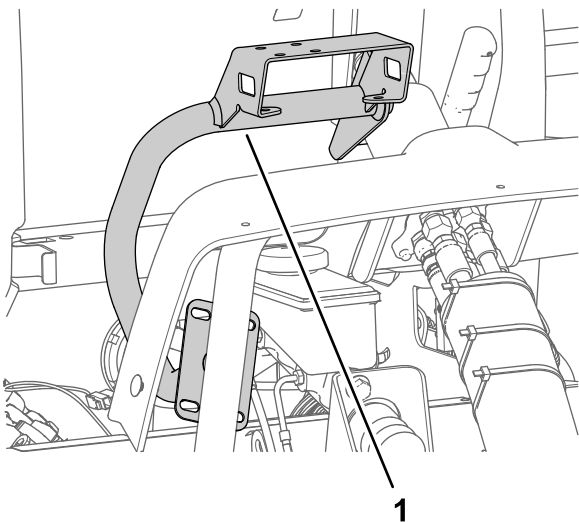

Bild 159
- Fluchten Sie die Monitorbefestigung mit der Maschine aus, wie in Bild 159 abgebildet.